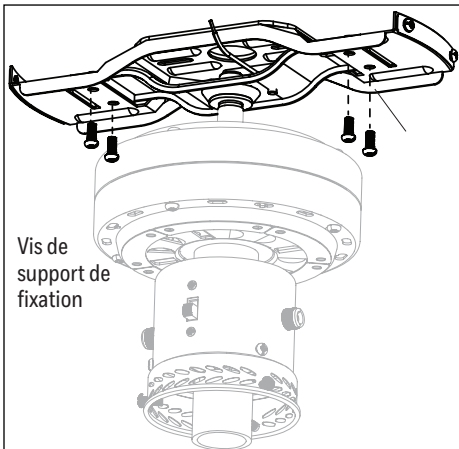

Figure 2.4
4. Réinstallez les vis pour support retirées précédemment pour fixer les supports de fixation inférieur et supérieur. Serrez solidement les vis (Figure 2.4).